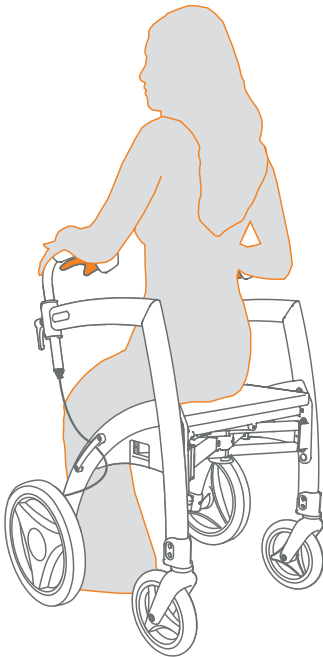

Abbildung 23: Auf dem Rollator-Sitz sitzen.
- b. Sie können jetzt auf dem Sitz sitzen (**Abbildung 23**).